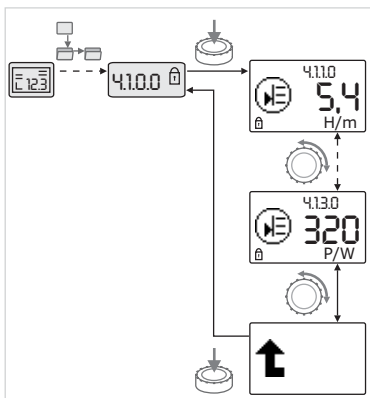

Fig. 40: Informationen abrufen
- Durch Drehen des Bedienelements Menüelemente des Typs „Information“ des aktuellen Untermenüs ansteuern (siehe Fig. 40). Erläuterung der durch Symbole repräsentierten Einstellungen siehe Tabelle in Kapitel 8.7 „Referenz Menüelemente“ auf Seite 42.